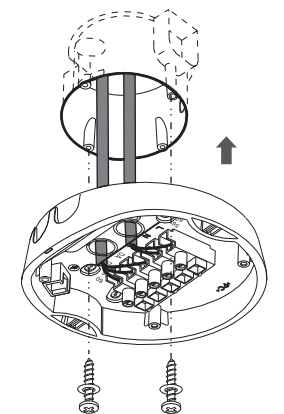

FIG.13
3.4.2.3 Seleccione la distancia adecuada desde los agujeros de montaje de la base inferior, para fijar la base inferior a la caja de conexiones estándar europea con dos tornillos para madera (Ver FIG.13).